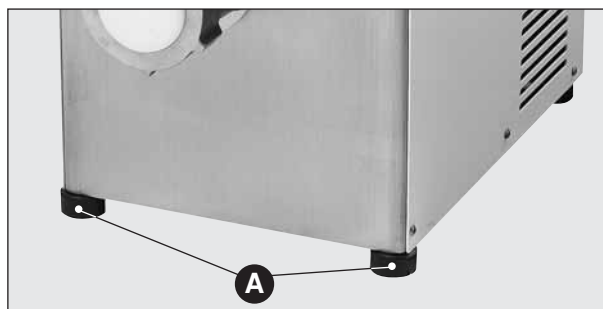
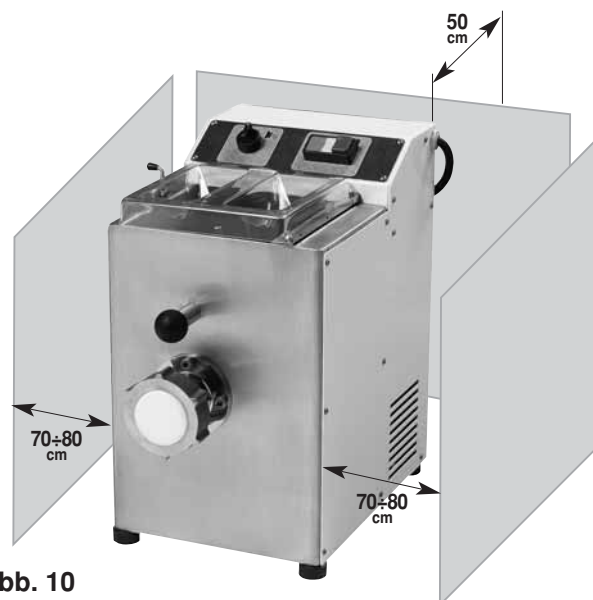

Abb. 9
Abb. 10
Um die notwendige Standfestigkeit der Maschine zu gewährleisten, überprüfen, ob die Füßchen (**Abb. 9 ①**) gut aufsitzen; sollte dies nicht der Fall sein, die Füßchen solange drehen, bis das Wackeln beseitigt worden ist. Die Maschine am gewünschten Ort aufstellen mit dem Hinweis, daß auf der Rückseite mindestens 50 cm. und auf den Seiten mindestens 70 - 80 cm Freiraum bleiben soll, um einen einfachen und mühelosen Gebrauch, sowie eine wirksame Wartung und Reinigung zu gewährleisten (**Abb. 10**). Die Spannung der Maschine überprüfen, die auf der Identifizierungsetikette (siehe Seite 5) aufgezeichnet ist und kontrollieren, ob sie mit der von der elektrischen Anlage des Gebäudes übereinstimmt. Am Speisekabel der Maschine den entsprechenden Stecker für die Elektroverbindung mit der Anlage montieren.